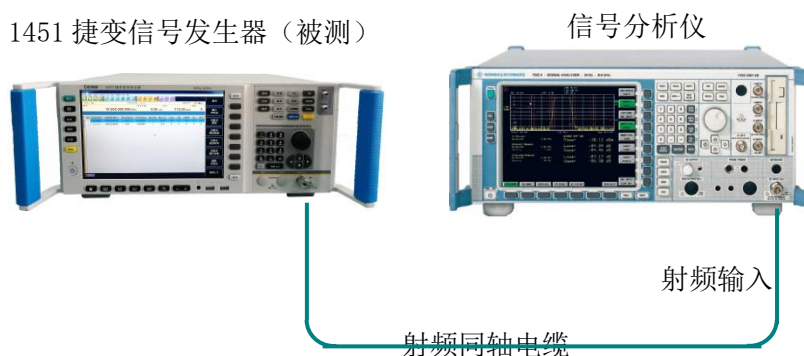

图6.10 I/Q矢量调制功能测试
测试框图：见图 6.10
- 1) 如图 6.10 连接设备，开机预热至少 30min。